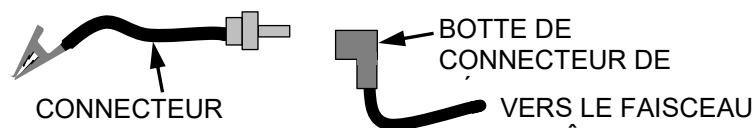

Figure 5-8 : Raccordement du générateur de signal de flamme
- b) Lorsque le contrôleur entre dans la phase d'allumage, il affichera **Ignition Trial**. Fixez la pince crocodile (figure 5-8) à une surface ou à un sol en métal nu. Le contrôleur affiche **Flame Proven** et commence à augmenter jusqu'à 100% de cadence de tir. Aucun gaz ou flamme n'est présent dans la chaudière pour le moment.